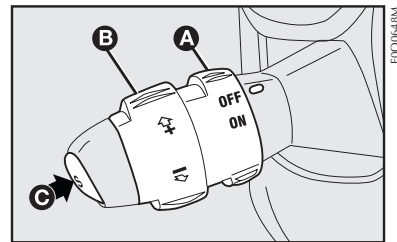

fig. 64
COMANDOS - fig. 64
O piloto automático é comandado pela alavanca **A-fig. 64**.
- girar o anel **A-fig. 64** em **ON** e pisando no pedal do acelerador, levar o veículo à velocidade desejada;
- pressione o botão **C-fig. 64**.
- girando de modo momentâneo o anel **B-fig. 64** em (+).
- mantendo girado o anel **B-fig. 64** em (-) até o alcance da nova velocidade que permanecerá automaticamente memorizada.
Girar o anel **A-fig. 64** em **OFF** ou a chave de ignição na posição **STOP**.